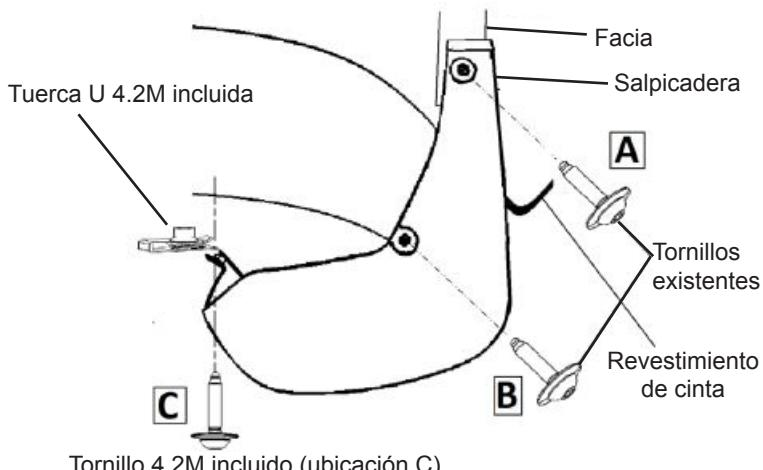

Figura 3
- Retire los tornillos existentes, ubicaciones **A** y **B**. Vea la **Figura 1** para el lado izquierdo y la **Figura 3** para el lado derecho.